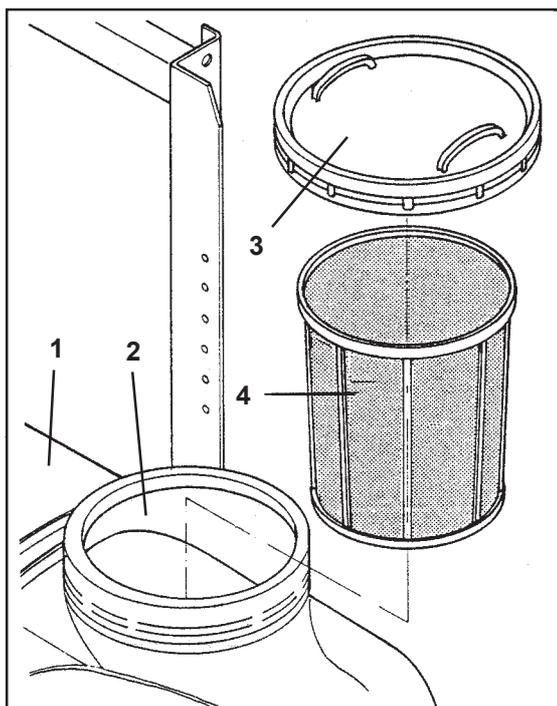

Fig. 6.1
- **Befüllen** des Spritzbrühebehälters (Fig. 6.1/ 1) erfolgt **über** die **Einfüllöffnung** (Fig. 6.1/ 2) **mittels Wasserleitung im "freien Auslauf"**. Verschlossen wird die Einfüllöffnung mittels Schraubdeckel (Fig. 6.1/ 3). Zum Befüllen ist der Saugschlauch als Sonderausstattung lieferbar (hierzu siehe Kap. 12.2).
Befüllen des Spritzbrühe-Behälters nur unter Verwendung des Einfüllsiebes (Fig. 6.1/ 4).